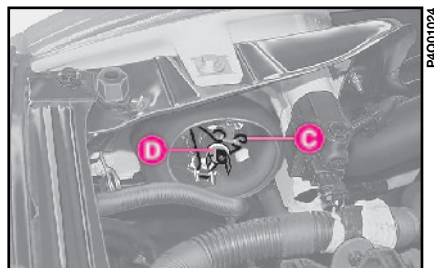

fig. 13
- 2) desenganche el muelle de fijación **C**-fig. 13 y saque la lámpara **D**;